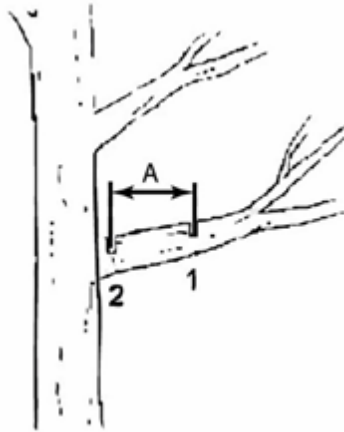

Рисунок 11. Схема спилання великих гілок.
3. Спилювання великих гілок діаметром більше 100 мм рекомендується вести частинами послідовно. Щоб гілка не зламалася, розмір між різаними бажано вибирати приблизно 250 мм, рис. 11.